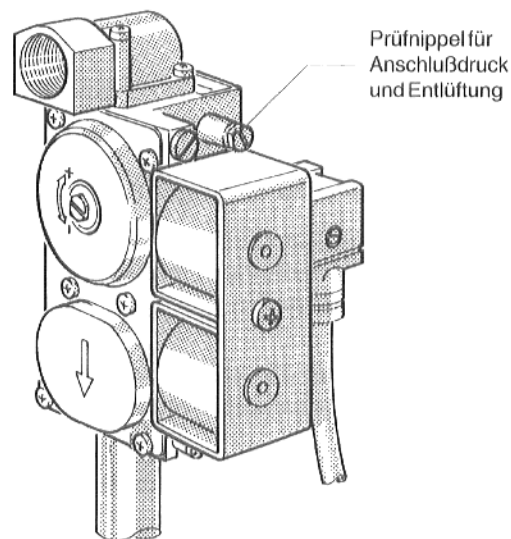

Abb. 22: Gasbrennerarmatur "SIT" 830 Tandem
- Lösen Sie die Verschlußschraube des Prüfnippels für Anschlußdruck an der Gasbrennerarmatur (Abb. 22 bis 24) zwei Umdrehungen; bei "SIT" 830 Tandem Verschlußschraube entfernen.